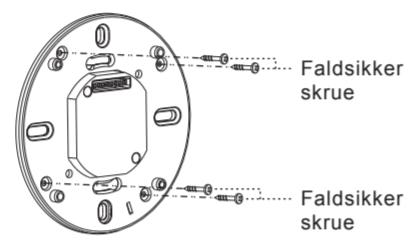

FIG. 16
4.4.3.4 Indsæt 4 faldsikre skruer i de tilsvarende skruenhuller på detektorens fikséringsplade, og de 4 skruer kan ikke falde ned, hvilket letter de efterfølgende installationer (Se FIG. 16).